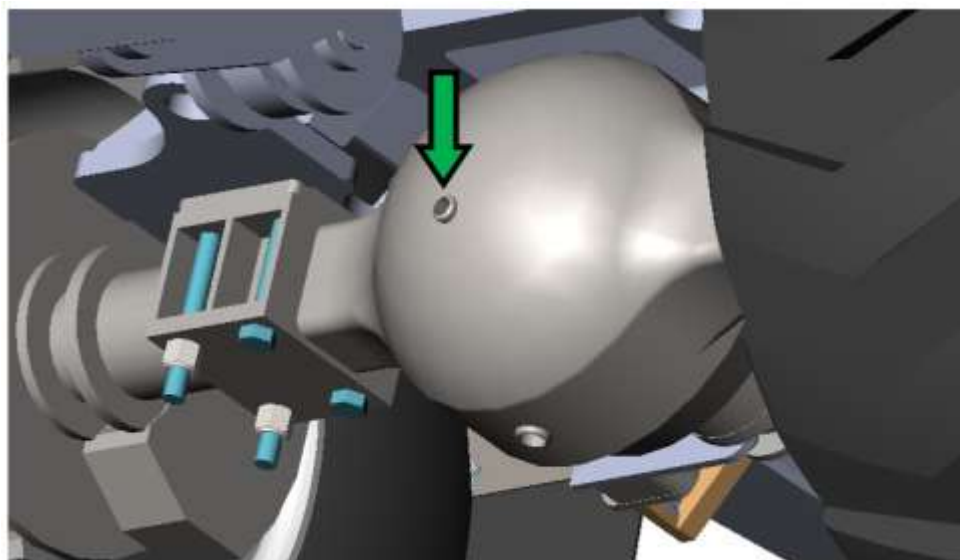

Рисунок 5.52. Контроль уровня масла в картере переднего моста
- ▶ Открутить пробку для контроля уровня масла, рис. 5.52.
- ▶ Проверить уровень масла. Масло должно находиться на уровне нижней кромки отверстия под пробку рис. 5.52. При необходимости долить масло, см. п. 5.13.2 «Замена масла в переднем мосту».
- ▶ Закрутить пробку отверстия для контроля уровня масла, рис. 5.52, моментом 25-35 Н*м.